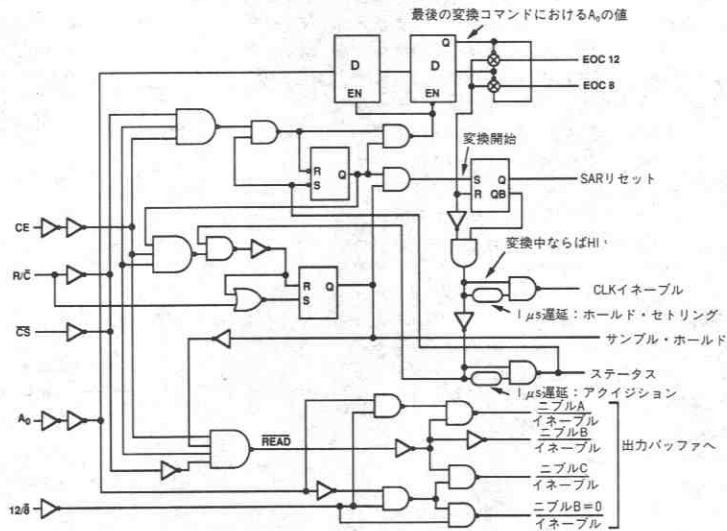

図5. 内部ロジック等価回路
AD1674には完全制御モードとスタンダアローン・モードの2つの動作モードがあります。完全制御モードではAD1674のすべての制御信号を利用しており、単一のデータバス上にアドレス・デコードによって複数のデバイスを接続するシステムに便利です。スタンダアローン・モードは専用の入力ポートが用意されているシステムに有効であり、完全なバス・インタフェース機能を必要としません。表IはAD1674の真理値表で、図5は内部ロジック回路を示しています。
チップ・イネーブル (CE)、チップ・セレクト (\overline{CS}) およびリード/コンバート ($\overline{R/\overline{C}}$) は変換またはリード・モード動作の制御に用いられます。CEまたは \overline{CS} のどちらかが変換の開始に用いることができます。SHA制御への遅延が最も小さいのは $\overline{R/\overline{C}}$ 入力 (図5参照) による変換の開始です。SHAの精度はスタンドアロン動作モードでの使用に最適化されており、その結果、表IIに示すような完全制御モード動作との差異が生じています。CEおよび \overline{CS} の両方がアサートされているときの $\overline{R/\overline{C}}$ の状態によって、データ・リード ($\overline{R/\overline{C}}=1$) または変換 ($\overline{R/\overline{C}}=0$) が進行中であるかが決定されます。CEおよび \overline{CS} の両方をアサートする前には、 $\overline{R/\overline{C}}$ はLOWにしておくべきです。 $\overline{R/\overline{C}}$ がHIになっていると、瞬間的にリード動作が起こり、システム・バス上でデータの衝突が発生する可能性があります。